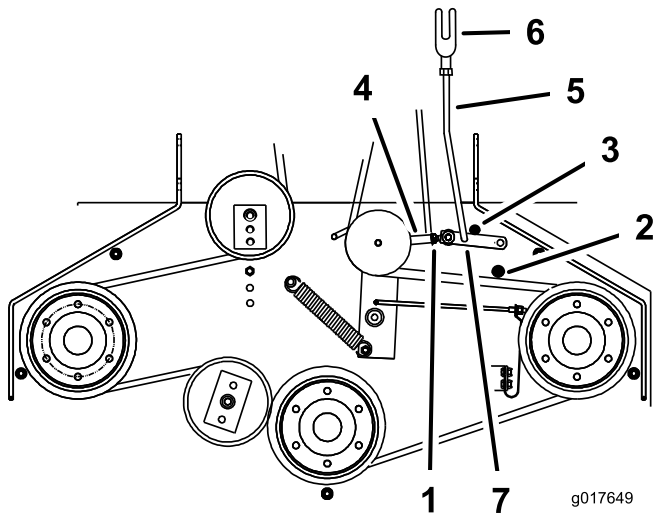

Figura 48
5. Asegúrese de que el brazo está en contacto con el tope trasero del brazo de la carcasa (Figura 48).
7. El brazo auxiliar debe entrar en contacto con el tope delantero de la carcasa. Si no lo hace, la palanca acodada debe acercarse más al refuerzo (Figura 48).
8. Para ajustar la varilla de conexión del brazo auxiliar, retire el pasador de horquilla del brazo auxiliar (Figura 48).
11. Instale la varilla de conexión en el brazo auxiliar y sujétela con el pasador de horquilla (Figura 48).